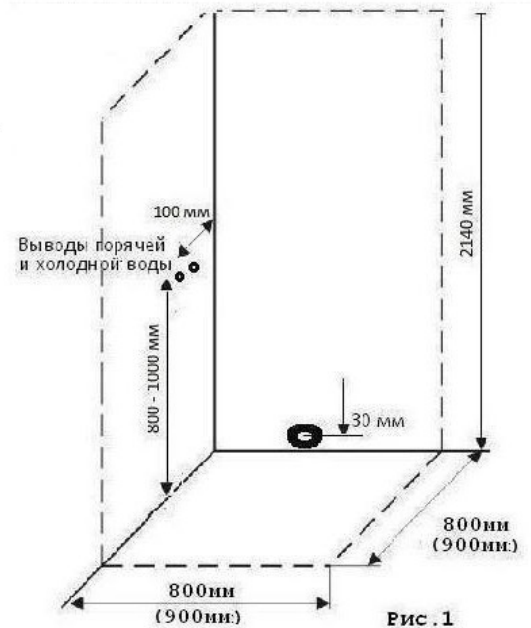

Рис. 1
**ВНИМАНИЕ!** Монтаж душевой кабины производится только на полностью подготовленное место (рис. 1).